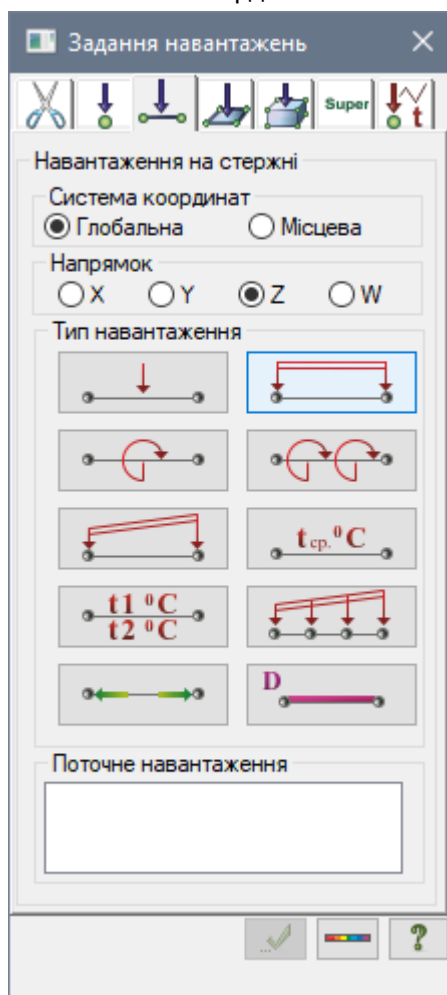

Рис. 1.13. Діалогове вікно Задання навантажень
Навантаження на вузли та елементи задаються за допомогою діалогового вікна **Задання навантажень** (рис. 1.13), яке викликається після вибору однієї з команд розкривного списку **Навантаження на вузли та елементи** (панель **Навантаження** на вкладці **Створення та редагування**).
- Відкрийте діалогове вікно **Задання навантажень** на закладці **Навантаження на стержні** (рис. 1.13)